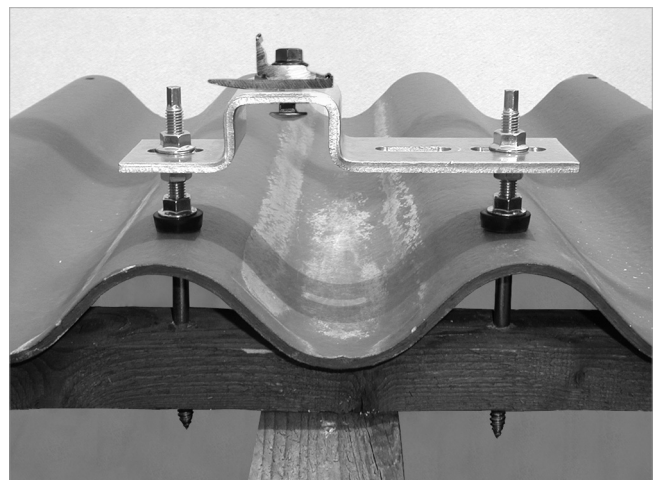

Afb. 68: Positie van de stokschroef in het hout
- 2 Positie van de schroef → Afb. 68